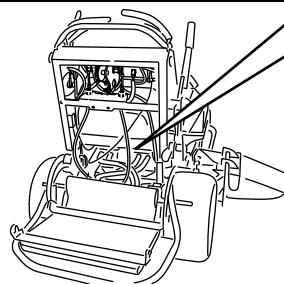

Figura 24
3. Abra a válvula de derivação em ambas as bombas rodando 1 a 2 voltas no sentido oposto aos ponteiros do relógio (Figura 24).